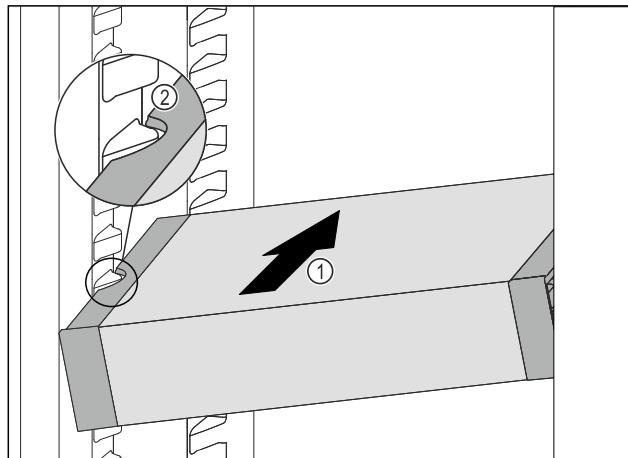

Fig. 129
- ▶ VarioSafe zasúvajte šikmo do chladničky Fig. 129 (1), kym sa bočné vybrania Fig. 129 (2) VarioSafe nebudú nachádzať vo výške rebra nádoby v chladničke.